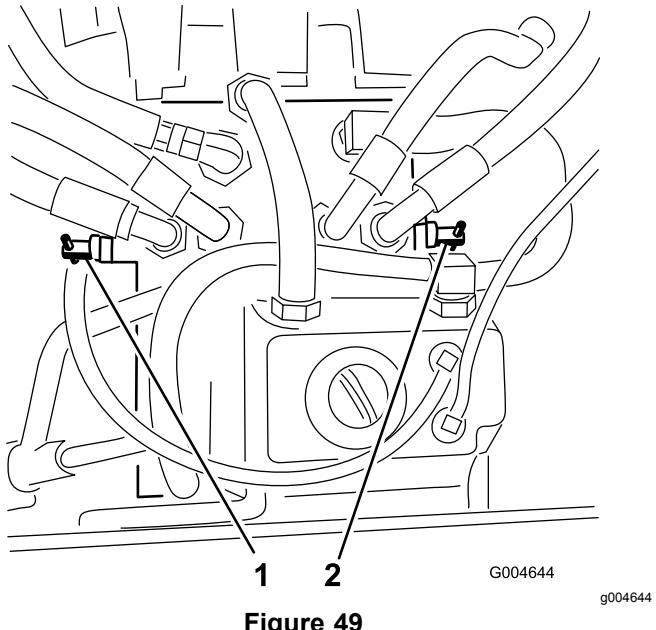

Figure 49
3. Tournez chaque vanne de dérivation d'un tour dans le sens anti-horaire (Figure 49).
Tournez chaque vanne de dérivation d'un tour dans le sens horaire et serrez-les à la main (couple de serrage de 8 N·m (71 po-lb) approx.) (Figure 49).